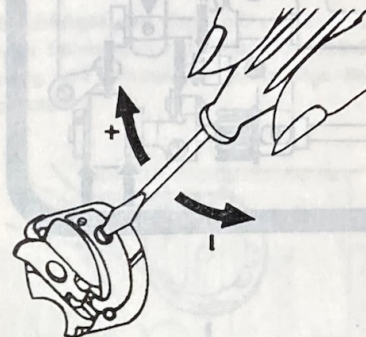

Abb. 33
B) Unterfadenspannung (Abb. 33)
(Abb. 33)